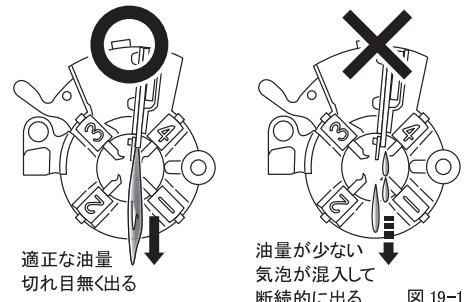

図 19-1
- ①本体のスイッチをONにし、主軸を回転させてください。
- ②ダイヘッドから出るねじ切り油が適正な量であることを確認してください。
- (図 19-1) ダイヘッドから出るねじ切り油の量が少ないときは、タンク内のねじ切り油の量が、ストレーナが十分に隠れるだけ入っているかを確認してください(図 19-2)。少なければねじ切り油を補充してください。